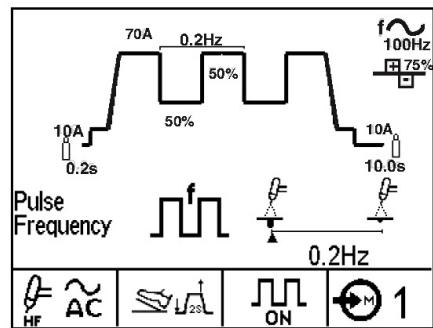

Figura B.4c
- TIG Pulsante (Ver Figura B.4c)
2. A Secção de Exibição de Parâmetro mostra o parâmetro seleccionado, o seu ícone e o seu valor actual. Para alterar o valor, gire o botão/codificador rotativo. Alguns parâmetros como a Frequência AC têm um ícone de Exibição de destaque que mostra o efeito do parâmetro variável no arco e/ou no perfil de soldadura. À medida que estes parâmetros são ajustados um indicador mover-se-á entre o ícone mínimo e o ícone máximo para mostrar o efeito relativo desse parâmetro. A Frequência Pulsante mostrada na Figura B.4c é um exemplo de ícone de exibição de destaque. Referência à Tabela B.1 para uma lista de ícones de Destaque.